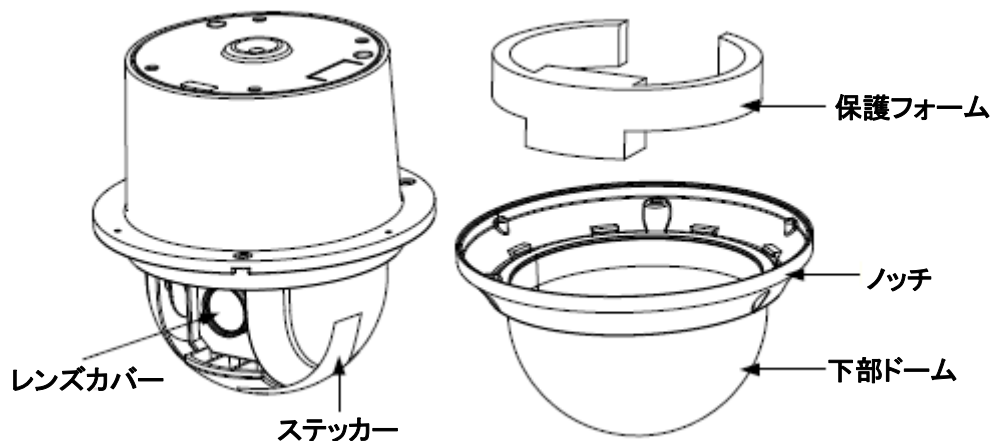

図 2-24 スピードドームの分解
- 3) 図 2-24 に示すように、保護用レンズカバー、フォーム、ステッカーをドームドライブから取り外します。